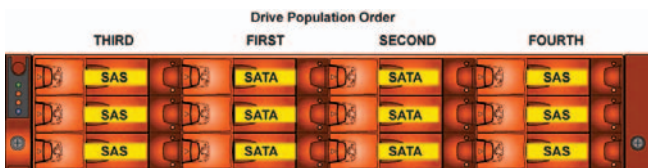

Figura 6: Ordem de preenchimento de unidades e carregamento por tipos exemplo
- Para obter um desempenho ideal, as ranhuras deverão ser preenchidas segundo a sequência que se segue, caso nem todas as ranhuras se destinem a ser preenchidas (*consulte a Figura 6*):
- Se for necessário instalar um tipo diferente de unidade, instale a nova unidade numa coluna diferente (*consulte a figura 6*). Todas as unidades de uma coluna deverão pertencer ao mesmo tipo de unidade.